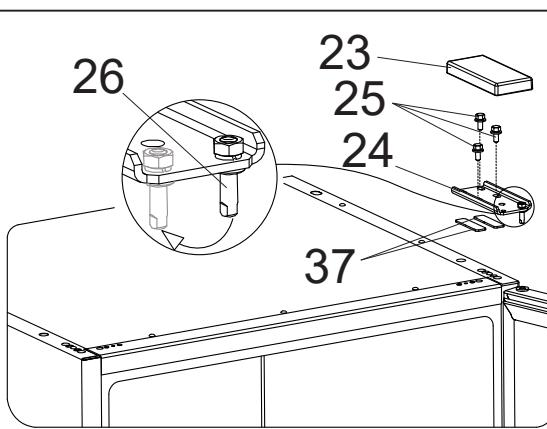

Рисунок 10
- Снимите крышку 23 верхнего кронштейна 24 (см. рис. 10).
- Торцовым ключом на 10 выкрутите болты 25 верхнего кронштейна 24 (см. рис. 10). Придерживая дверь, снимите верхний кронштейн 24 (см. рис. 10). На верхнем кронштейне переставьте ось 26, выкрутив на ней торцовым ключом на 10 гайку (см. рис. 10).